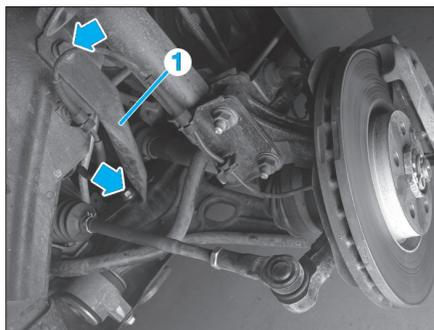

Fig. 2
- Déposer le tirant droit de berceau (1) (Fig.2).